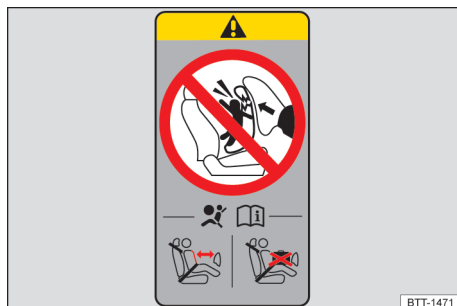

Fig. 41 Representação esquemática: etiqueta do airbag na coluna B.
- Na coluna B no lado do passageiro dianteiro → Fig. 41.